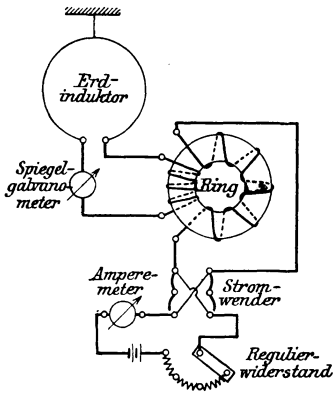

Abb. 57.
- b) die magnetische Induktion \mathfrak{B} im Eisen? (Schaltungsschema Abb. 57.)